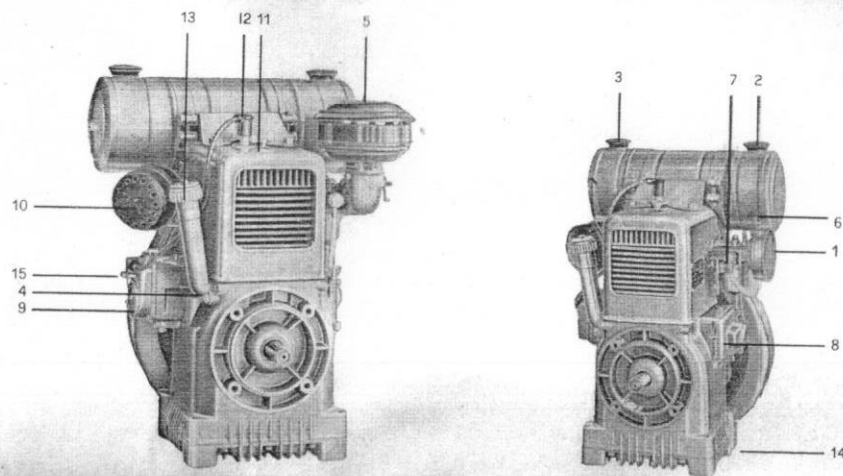

Fig. 1
I termini di garanzia concessi, decadono se viene usato un lubrificante diverso da quello raccomandato. Dopo severe prove pratiche e di laboratorio noi usiamo esclusivamente questi prodotti nel rodaggio e nelle prove dei ns. motori e li prescriviamo per il periodo di garanzia. Il lubrificante va versato svitando l'apposito tappo (Fig. 1 n. 13). L'asta livello olio permette di controllare il livello giusto: due segni riportati su di essa indicano il livello massimo ed il livello minimo che l'olio può assumere (Fig. 1 n. 4).
L'olio non deve mai oltrepassare queste misure. Il tappo (Fig. 1 n. 14) serve per svuotare il basamento di tutto l'olio per procedere al suo ricambio. Occorre effettuare l'operazione del cambio olio dopo le prime 30 ore e poi ogni 100 ore di funzionamento.
Il motore funzionante a petrolio è munito di serbatoio a due vani. Il vano piccolo è per la benzina che serve per l'avviamento, quello più grande è per il petrolio (Fig. 1 n. 2 e 3).
- Mettere l'acceleratore al minimo ruotando l'apposito pomolo (Fig. 1 n. 8).
- Girare il rubinetto carburatore dalla posizione di CHIUSO (verticale) alla posizione di APERTO BENZINA (inclinato dal lato benzina) Fig. 1 n. 6).
- 2) Equilibrare la leva aria carburante sul lato « avviamento » (Fig. 1 n. 1).